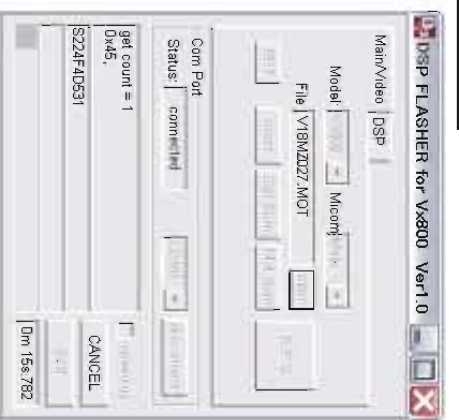

Fig. 9
- The writing ready state is set. (Fig. 9)
(Fig. 9)
- 書き込み待機の状態になります。(Fig. 9)
7. [E.P.S.]ボタンを押し、書き込みを開始します。(Fig. 9)